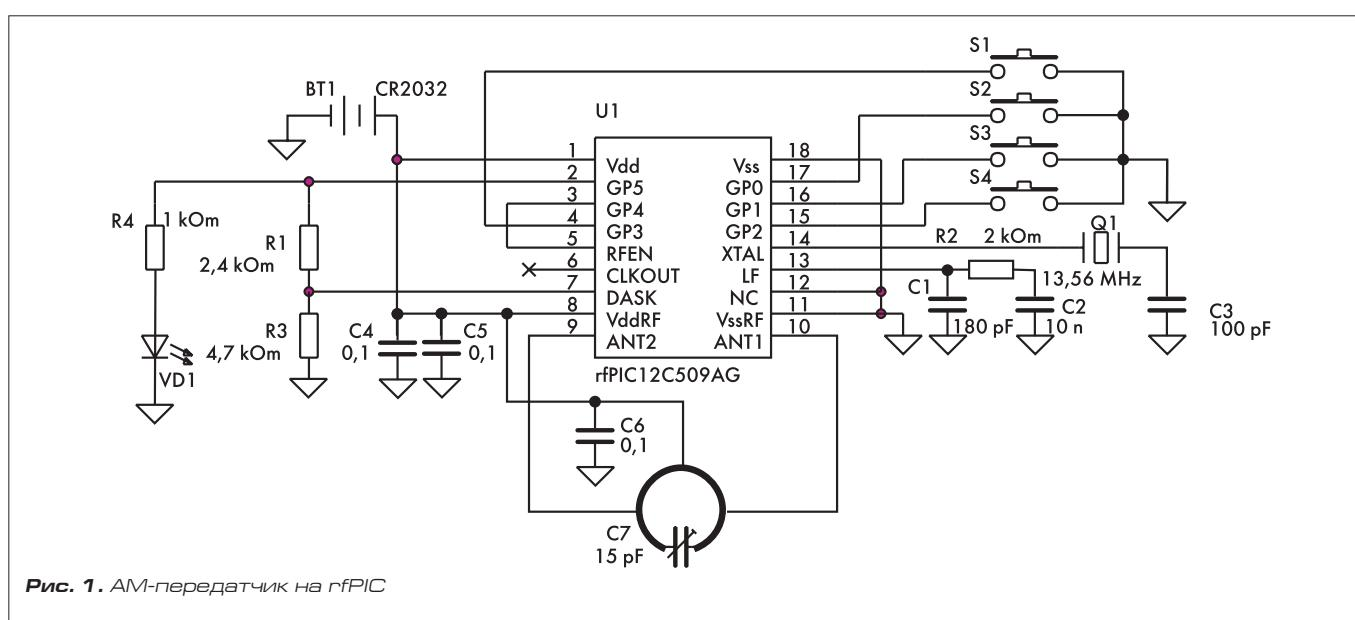

Рис. 1. АМ-передатчик на rfPIC
8. Температурный диапазон: -40... +85 °C. Память программ выполнена по технологии OTP, единственно надежной в условиях ВЧ-наводок. Усиленная защита кода от чтения ориентирована на системы безопасности. Внутрисхемное программирование дает гибкость при производстве, позволяя записать идентификационную и калибровочную информацию после монтажа на плату. На рис. 1 приведена полная схема АМ-передатчика на частоту 433,92 МГц. Питание осуществляется от миниатюрной 3-вольтовой литиевой батареи. Имея автономное питание, устройства легко встраиваются в любую аппаратуру и не требуют выключателя питания. Резистором R1 при необходимости можно корректировать мощность передатчика.